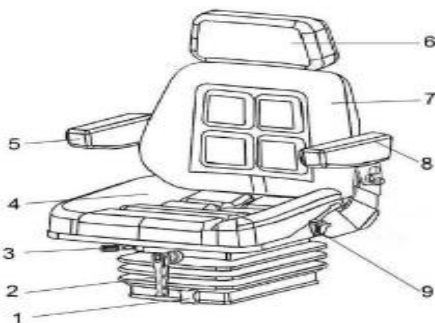

Рис. 5.6. Сиденье оператора:
*Сиденье.* Расположение элементов для установки сиденья в удобное для работы положение показано на рис. 5.6.